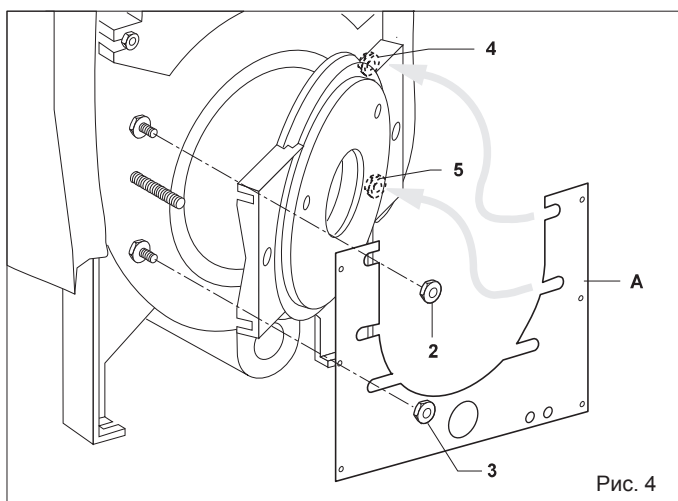

Рис. 4
- 2) Вдеть правые петли переднего нижнего листа А между стенкой котла и гайками 4 и 5. Поместив в позицию, хорошо закрепить все компоненты закручиванием гаек 2, 3, 4 и 5 (рис. 4).